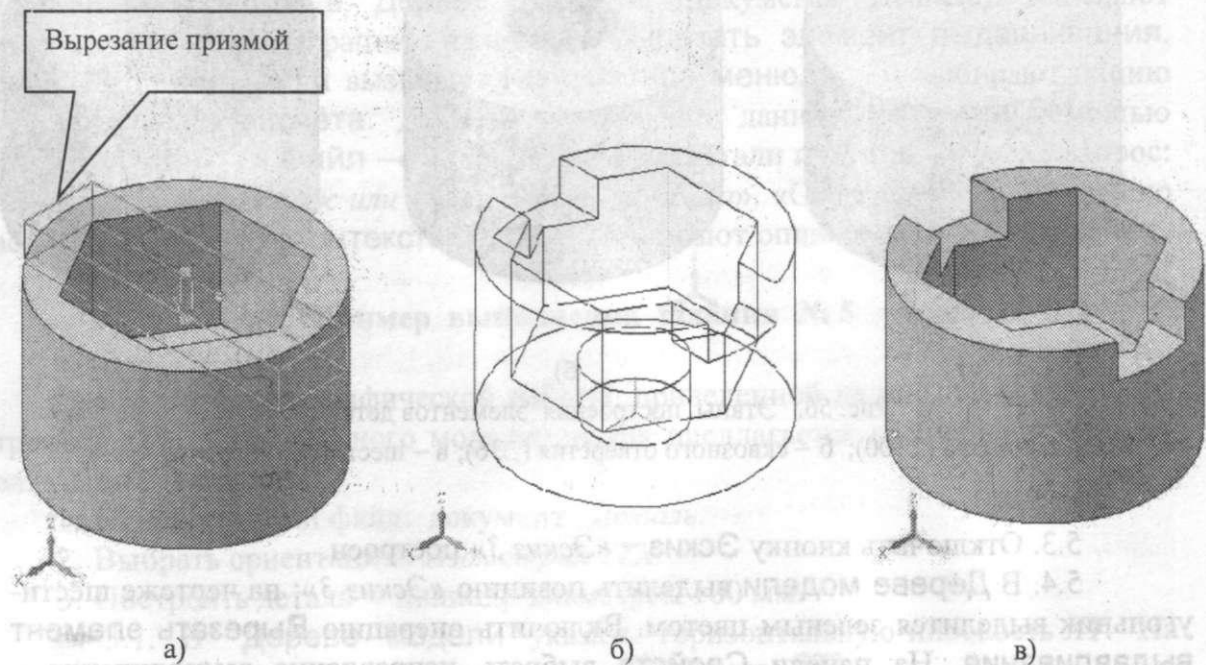

Рис. 58. Построение призматического отверстия и виды отображения детали
6. Построить призматический паз шириной 30 мм и глубиной 15 мм (рис. 58).
6.2. В Дереве модели выделить пункт «Эскиз 4». Включить операцию Вырезать элемент выдавливания. На панели Свойств выбрать направление выдавливания Прямое. В прямом направлении выбрать параметр На расстояние и указать расстояние, равное 15 мм (см. рис. 58,а). Призматический вырез будет построен.
6.3. Деталь может быть представлена с помощью различных способов отображения: на рис. 58,б деталь дана каркасом, на рис. 58,в – в полутоне с каркасом.